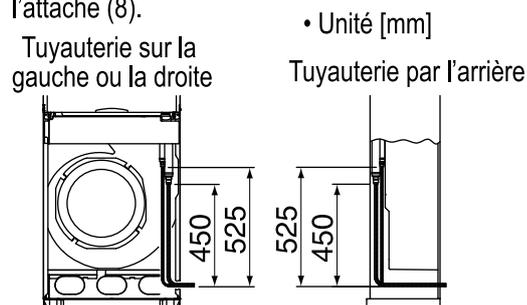

Fig. 15
2. Passez la tuyauterie (de fluide frigorigène et d'évacuation) et le câblage (de raccord des unités intérieure et extérieure) dans les trous du panneau latéral (reportez-vous aux dimensions indiquées au niveau de la **fig. 15** pour l'installation de la tuyauterie de fluide frigorigène).
2. Passez la tuyauterie (de fluide frigorigène et d'évacuation) et le câblage (de raccord des unités intérieure et extérieure) dans les trous du panneau arrière (reportez-vous aux dimensions indiquées au niveau de la **fig. 15** pour l'installation de la tuyauterie de fluide frigorigène).